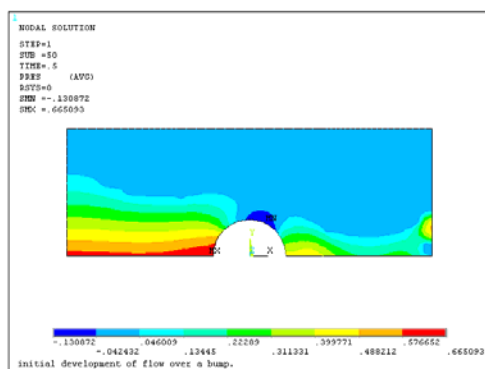

图 7-35 流体压力场分布等值线图
❸ 在“Item to be contoured”列表框中依次选择 DOF Solution→Pressure，单击“OK”按钮，ANSYS 窗口将显示如图 7-35 所示的流体压力场分布等值线图。